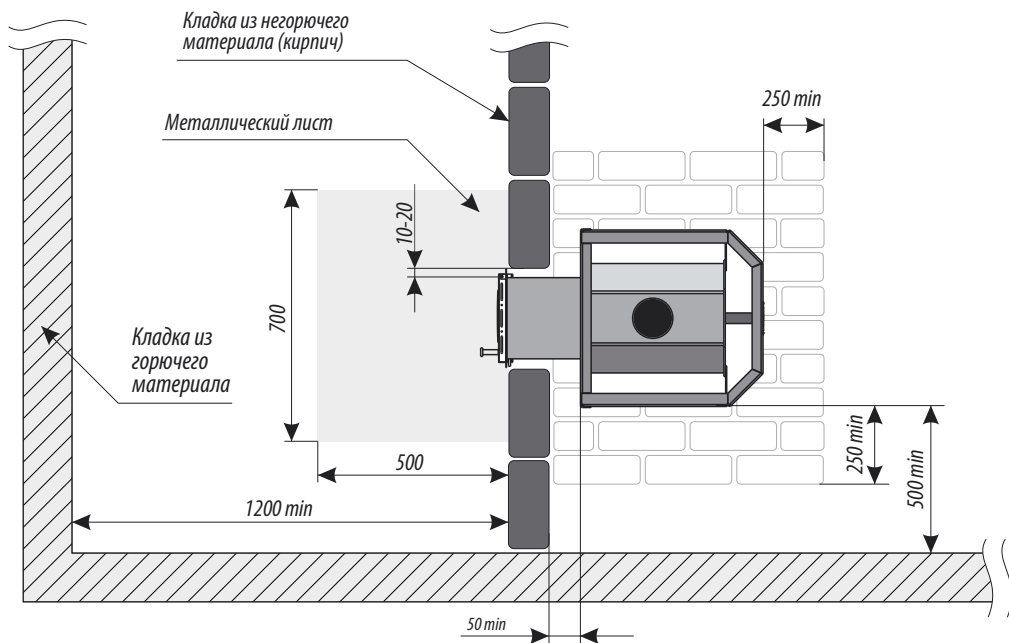

Рисунок 3. Схема установки печи (вид сверху)
Передняя и боковая поверхность печи могут располагаться на расстоянии не менее 50 мм от стены, сделанной из негорючих материалов (рисунок 3).
2. Установить печь со стороны парильного помещения так, чтобы топливный канал прошел сквозь отверстие в стене (рис. 3,4).